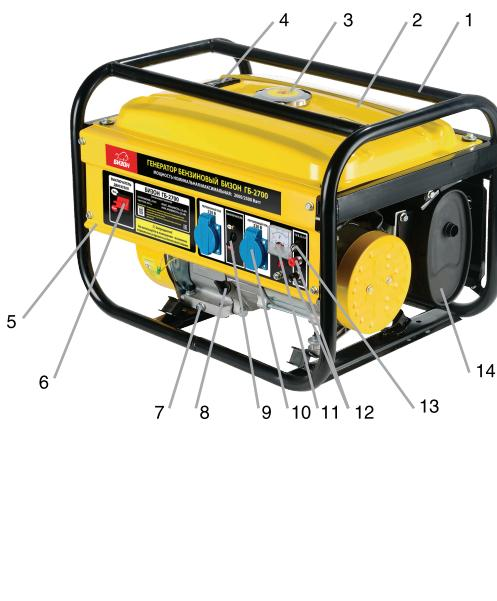

Рис. 2. Общий вид ГБ-2700, ГБ-3000
**7.2.2. Открыть крышку топливного бака (3) (рис. 2).**
**7.2.3. Заправить бак топливом, при этом топливо заливать через фильтр(2) , встроенный в горловину бака (рис. 2). Использовать чистый бензин с октановым числом не ниже 92. При заправке необходимо оставить некоторое пространство в баке для расширения топлива. Хранить бензин перед использованием не более 30 дней.**